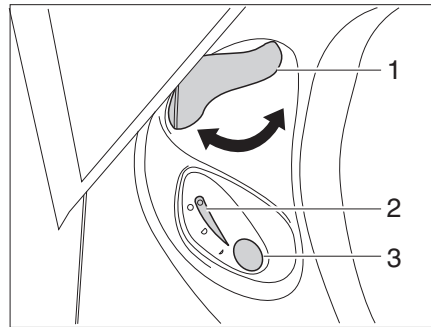

Fig. 349 Unité de commande des toilettes Thetford
- Avant d'actionner la chasse d'eau, ouvrir le curseur des toilettes Thetford. Tourner pour cela le levier du curseur (Fig. 349,1) dans le sens inverse des aiguilles d'une montre.
- Pour actionner la chasse d'eau, appuyer sur le bouton bleu (Fig. 349,3).
- Après avoir actionné la chasse d'eau, fermer le curseur. Tourner le levier du curseur (Fig. 349,1) dans le sens des aiguilles d'une montre.
Le voyant de contrôle (Fig. 349,2) s'allume lorsque la cassette Thetford doit être vidée.
- Tourner le levier du curseur (Fig. 349,1) dans le sens des aiguilles d'une montre. Le curseur se ferme. Pour la vidange il **faut** que le curseur des toilettes Thetford soit fermé.